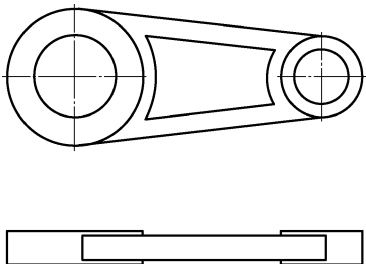

图 8-45 打开视图
- [1] 打开初始文件“Z8g4.slddrw”，打开视图，如图 8-45 所示。